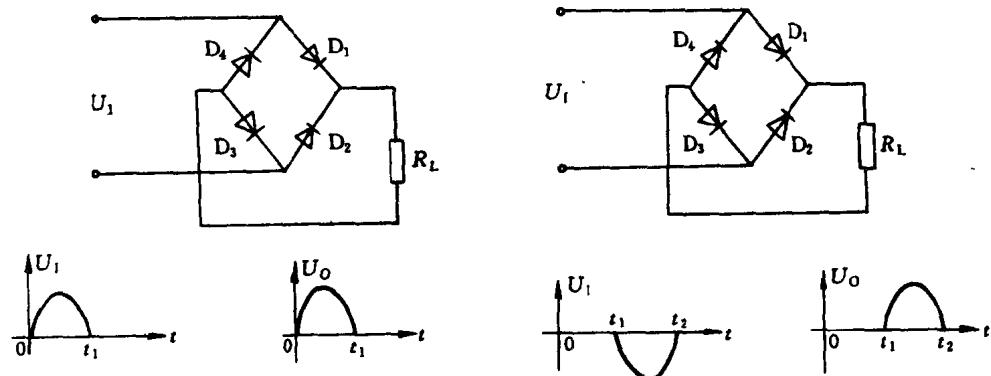

图 1-8 全波整流电路及波形
(2) 全波整流电路 电路及波形如图 1-8 所示。其工作过程如下：交流电压的正半周，电压回路是 D_1 经过 R_L ，再经过 D_3 后回电源。交流电压的负半周时，电压回路是由 D_2 经过